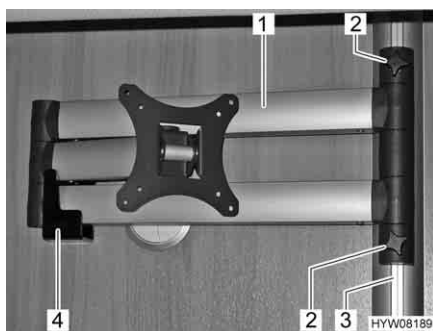

Fig. 8 Televisore (schermo piatto) sul braccio snodato
- Svitare le viti a testa cilindrica zigrinata (Fig. 8,2).
- Spingere il braccio snodato (Fig. 8,1) nella guida (Fig. 8,3) e inserirlo (Fig. 8) nel supporto (Fig. 8,4).